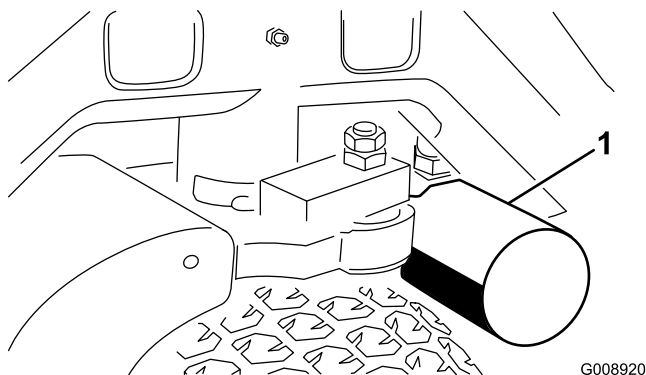
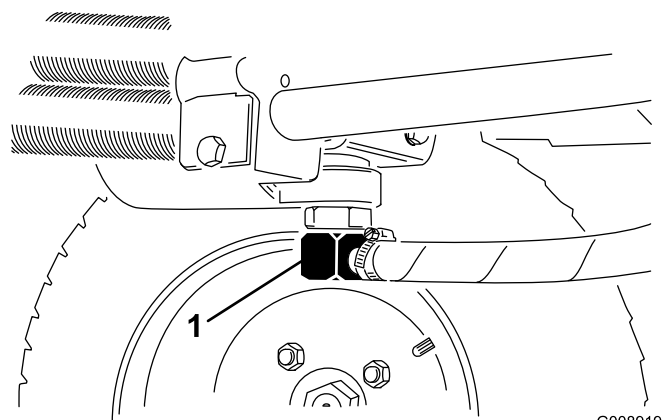

図 58
図 59
3. フィルタ取り付け部の周辺をウェスできれいにぬぐう。フィルタ (図 58) の下に廃油受けを置いてフィルタを外す。
2. 油圧ラインの接続部 (図 59) または油圧フィルタ (図 58) を外し、流れ出すオイルを容器に受ける。オイルが全部流れ出たらラインを元通りに接続する。